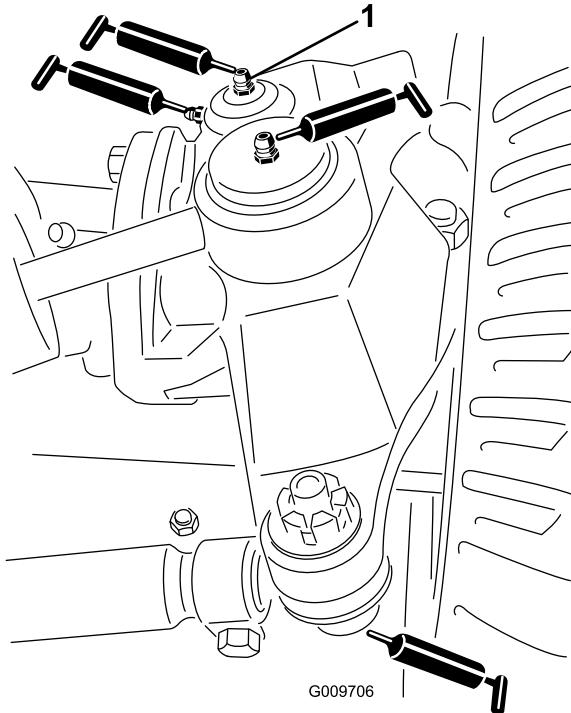

**Bild 33**
- Hinterachsen-Drehbüchsen (2), wie in Bild 33 abgebildet